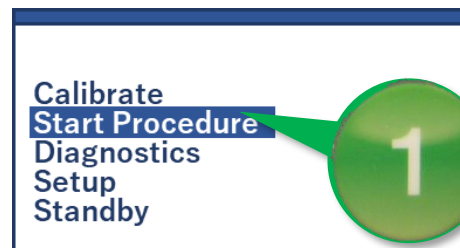

図 39 選択画面
- ⑤ 選択画面上で“Start Procedure”を選択し、①キー（Enter キー）を押します（図 39）。